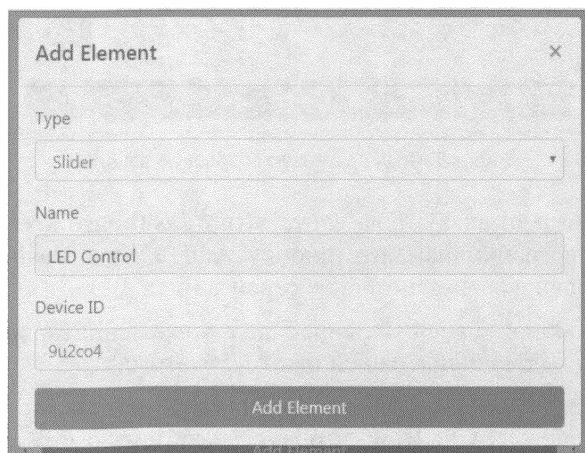

Рис. 4.5. Добавляем элемент управления **Slider** на приборную панель
3. Добавьте элемент (**Add Element**) и введите параметры элемента управления платой (рис. 4.5): **Type** (Тип элемента) — **Slider** (Ползунок для изменения яркости светодиода), **Name** — Заголовок элемента и **Device ID** — ID устройства, которым хотите управлять.